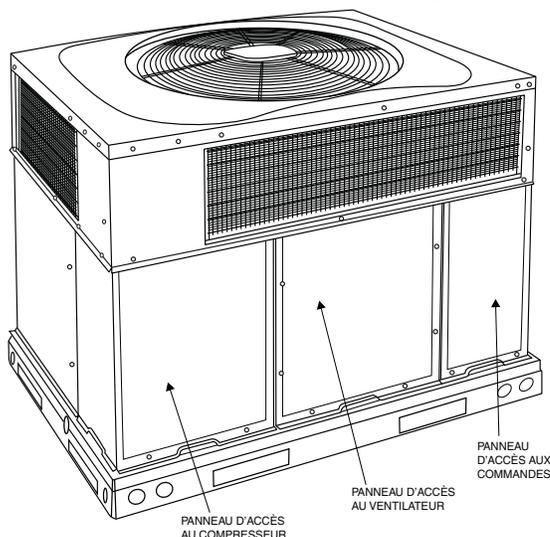
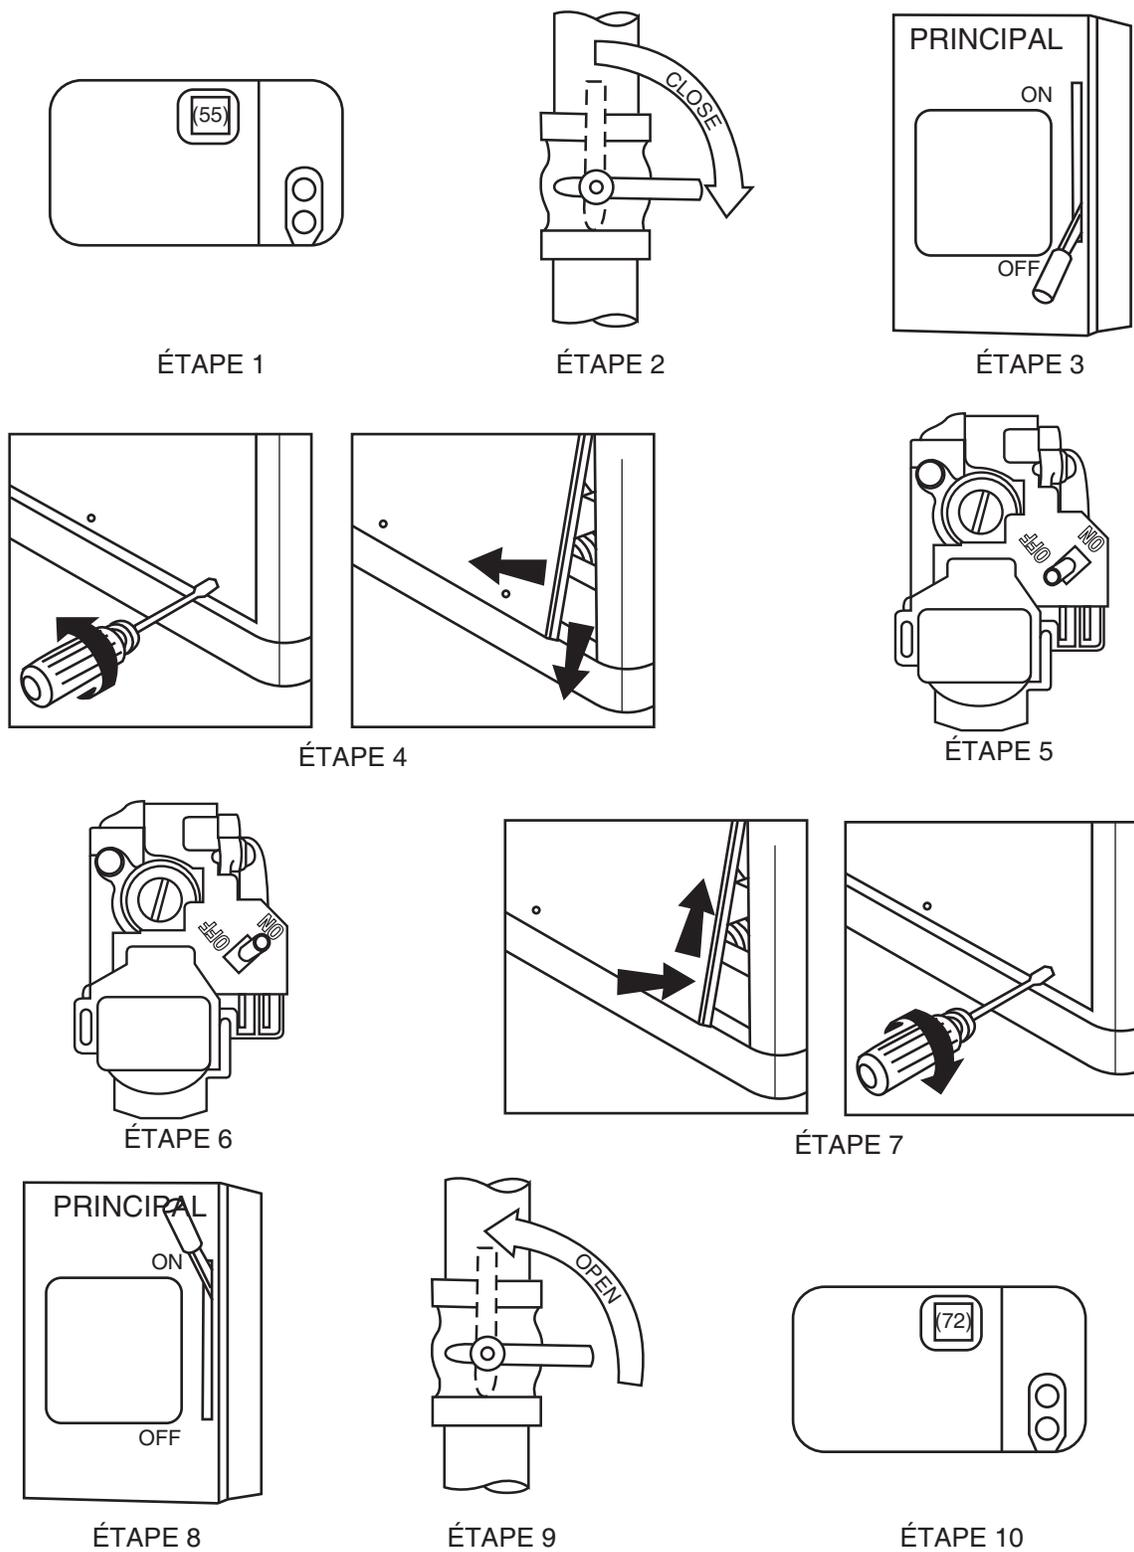

Fig. 2 – Panneaux d'accès de l'appareil
Fig. 4 – Pour démarrer l'appareil de chauffage au gaz
Consultez la Fig. 2 pour connaître l'emplacement du panneau d'accès avant de l'appareil. Consultez la Fig. 4 pour connaître l'emplacement du robinet de gaz. Consultez la Fig. 4 pour effectuer les étapes suivantes.
4. Retirez le panneau d'accès de commande au moyen d'un tournevis à douille de 7,9 mm (5/16 po). (Consultez la Fig. 2.)
4. Retirez le panneau d'accès de commande. (Consultez la Fig. 2.)